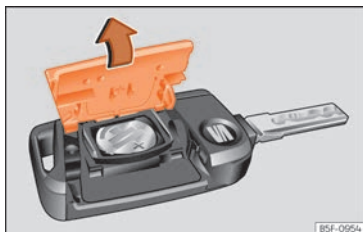

Fig. 87 Chave do veículo: abertura da tampa do compartimento da pilha
- Retire a tampa na parte traseira da chave do veículo »»» **Fig. 87** na direção da seta »»» ❶.
- Coloque a tampa tal como se mostra »»» **Fig. 87** e pressione-a na carcaça da chave do veículo, no sentido contrário ao da seta, até que encaixe.
❶ CUIDADO